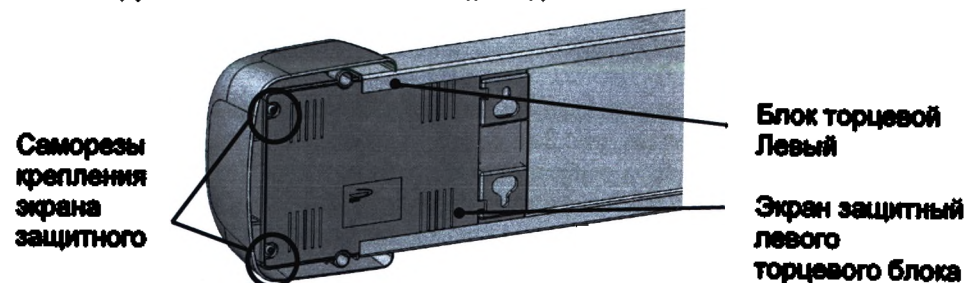

Рис.6
- Снять экран защитный левого торцевого блока, предварительно открутив саморезы крепления (рис.6).
- Снять крышку левого торцевого блока предварительно открутив саморезы крепления (рис.6).
- Установить крышку левого торцевого блока на место, зафиксировав ее саморезами (рис.6).